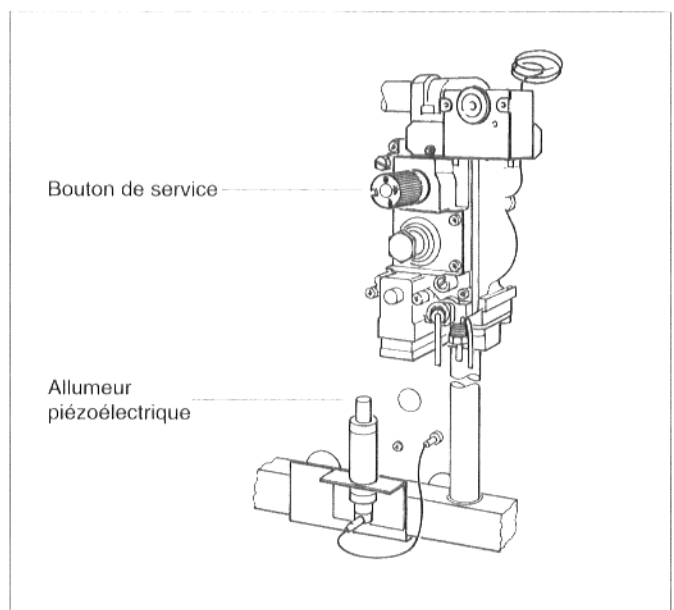

Fig. 4
- Appuyer sur le bouton de service du bloc gaz du brûleur et le maintenir enfoncé. En même temps, appuyer plusieurs fois sur l'allumeur piézoélectrique (fig. 4). L'étincelle ainsi provoquée allume la veilleuse. Relâcher le bouton de service après environ 1/2 minute et vérifier que la veilleuse est bien allumée.